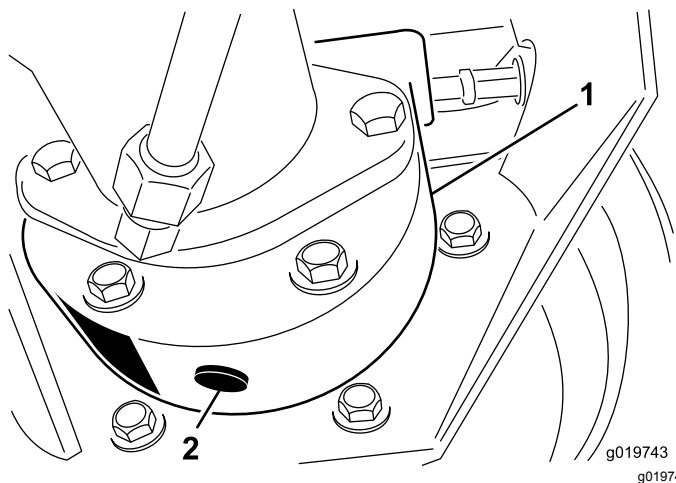

Figura 44
3. Coloque un recipiente debajo del alojamiento del freno, retire el tapón y deje que se drene el aceite (Figura 44).